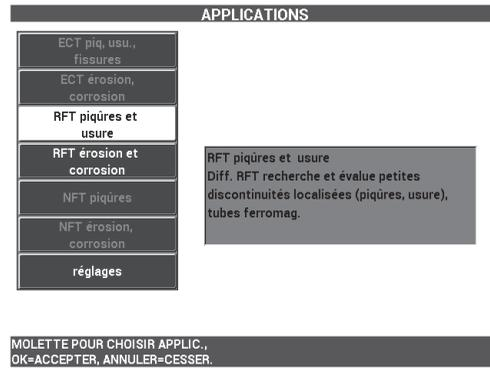

Figure 5-193 Application RFT piqûres et usure
2. Sélectionnez **CONTINUER** (appuyez sur la touche A), utilisez la molette de réglage pour sélectionner **RFT piqûres et usure**, et puis appuyez sur  pour accepter (voir la Figure 5-193 à la page 282).